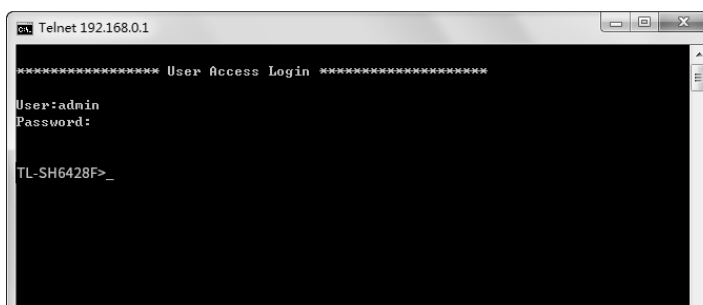

图4-6 登录交换机
3. 在主窗口中输入回车键, 可以看到“TL-SH6428F>”的提示符, 说明已成功登录交换机, 如图4-6所示。